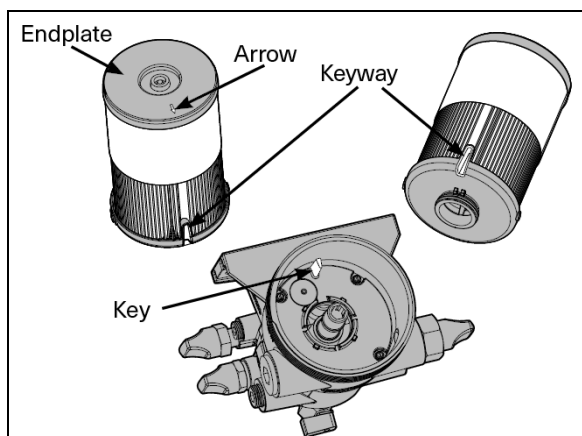

FIGURE 9: RAINURE SUR LE FILTRE FUEL PRO 386 UNIQUEMENT
9. Installez le nouvel élément filtrant. Positionnez l'élément filtrant de manière que la clé (key) soit alignée avec la rainure (keyway) sur la plaque séparatrice de l'embase (Figure 9). Utilisez la flèche sur le dessus de la plaque d'extrémité (endplate) pour aligner le filtre. Assurez-vous que